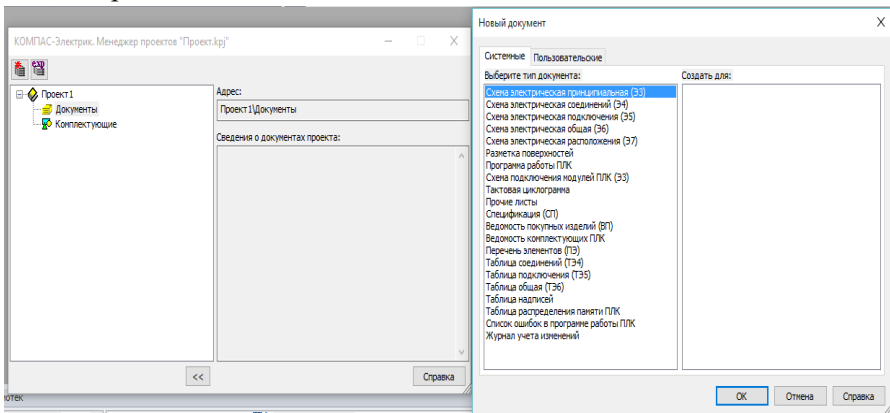

Рис. 5.4
1. У Менеджері проєктів створіть документ Схема електрична принципова (див. рис. 5.4). Автоматично буде створено перший лист схеми. Зробіть його поточним (див. рис 5.5).